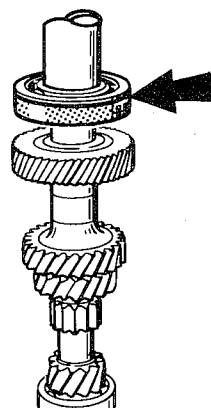

fig. 87
fora (fig. 87). Prensar o rolamento até encostá-lo no batente
2. Instalar o rolamento maior da árvore primária, com o auxílio de um tubo adequado, apoiado na sua pista interna. Observar para que o rasgo do anel-trava fique voltado para fora. Fixar o rolamento com o anel-trava (fig. 87)